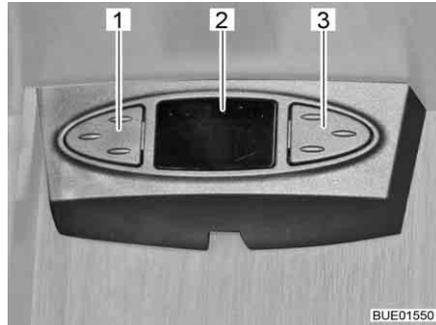

Bild 60 Sat-Maus
Sat-Maus Je nach Modell ist die Satellitenanlage mit einer Sat-Maus ausgestattet. Die Anzeige (Bild 60,2) der Sat-Maus zeigt den eingestellten Kanal an. Mit den beiden Tasten können die Grundfunktionen der Satellitenanlage bedient werden (Senderwechsel, Ein-/Ausschalten).
- Vorherigen Sender aus der Senderliste wählen: Linke Taste (Bild 60,1) drücken.
- Nächsten Sender aus der Senderliste wählen: Rechte Taste (Bild 60,3) drücken.
- Zwischen Radio und TV umschalten: Tasten (Bild 60,1 und Bild 60,3) gleichzeitig kurz drücken.
- Receiver ein-/ausschalten: Tasten (Bild 60,1 und Bild 60,3) gleichzeitig drücken und gedrückt halten.